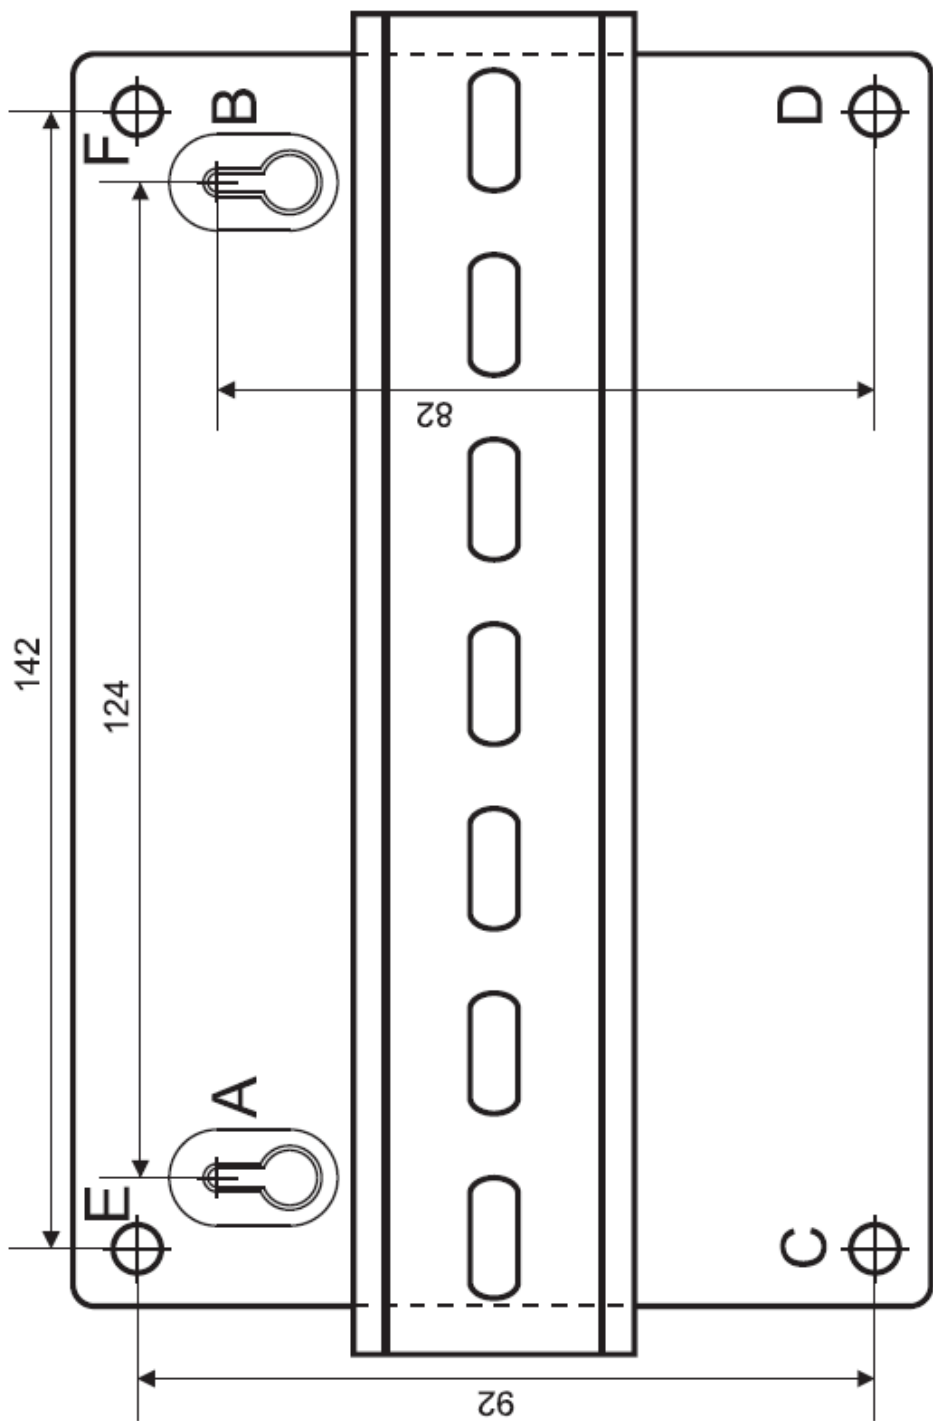

Рисунок 6. Шаблон для монтажа
3.2.2 **Вариант 1.** Приложите к стене шаблон для монтажа (рис. 6). Просверлите 3 отверстия (А, В и на выбор С или D).
3.2.6 **Вариант 2.** Приложите к стене шаблон для монтажа (рис. 6). Просверлите 3 отверстия (Е, F и на выбор С или D).